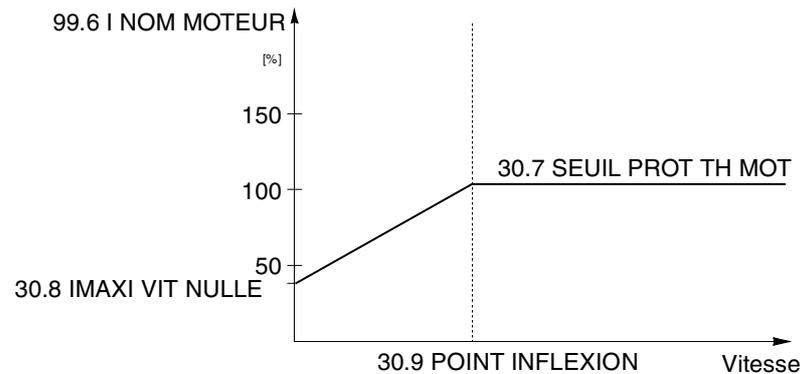

Figure 6-19 Courbe de la protection thermique du moteur.
- L'échauffement du moteur est calculé sur la base d'une courbe de charge type (Figure 6-19). Le moteur s'échauffera au-dessus de la température nominale s'il fonctionne dans la zone située au-dessus de la courbe et refroidira dans la zone sous la courbe. Le temps d'échauffement et de refroidissement est défini au paramètre 30.06 CONST THERM MOT.
Point d'inflexion de la courbe de charge du moteur à partir du seuil défini par le paramètre 30.07 SEUIL PROT TH MOT pour correspondre à la valeur de IMAXI VIT NULLE (paramètre 30.8). Cf. Figure 6-19 pour une illustration de ces fonctions.